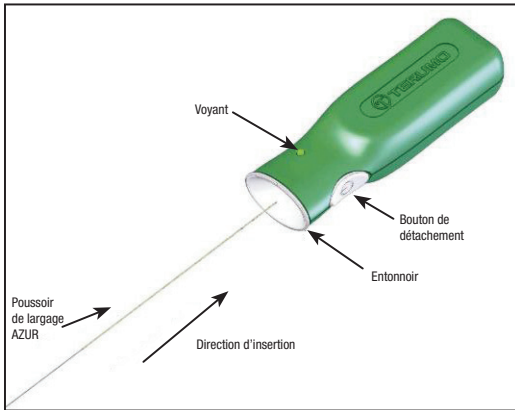

Figure 2 – Contrôleur de détachement AZUR
13. Avant d'utiliser le dispositif, retirer l'extrémité proximale du poussoir de largage du cerceau de protection. Veiller à ne pas contaminer cette extrémité du poussoir de largage avec des substances étrangères telles que du sang ou des produits de contraste. Insérer fermement l'extrémité proximale du poussoir de largage dans la section en entonnoir du contrôleur de détachement AZUR. Voir la Figure 2. Ne pas appuyer sur le bouton de détachement à ce stade.